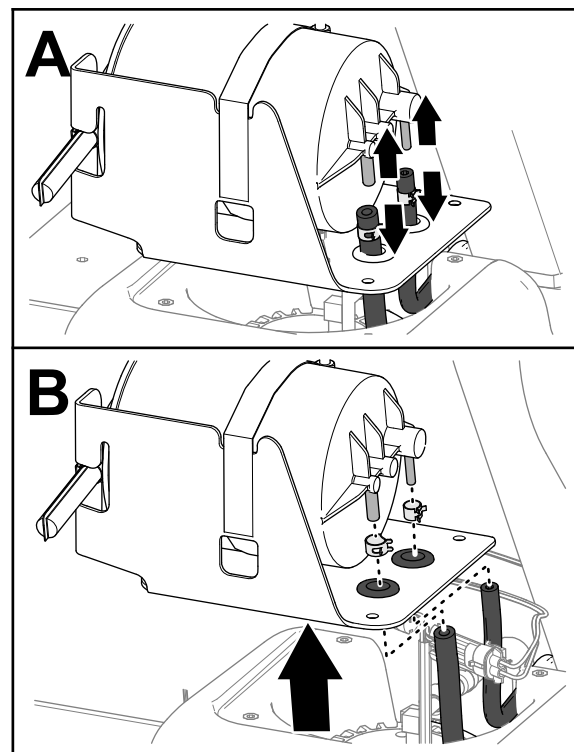

図 82
4. フィッティングからホースを外す 図 82。
5. ホースからホースクランプを外す 図 82。
6. カーボンキャニスタを燃料タンクから外す 図 82。